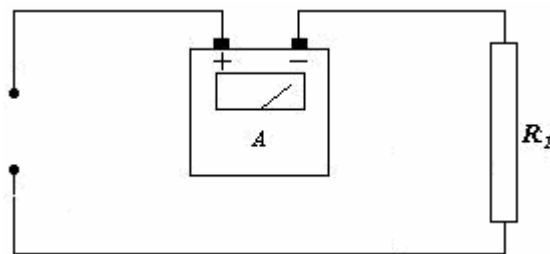

Figura IV.2 Conexión del circuito.
3. Para conectar el circuito ilustrado en la figura IV.2, ten sumo cuidado para establecer las polaridades.